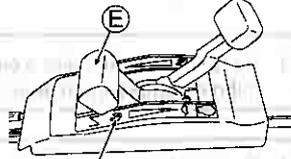

Fig. 16.
- 2 Coloque a alavanca do acelerador (E) em "STOP" para começar a cortar. (Veja a fig. 16.)